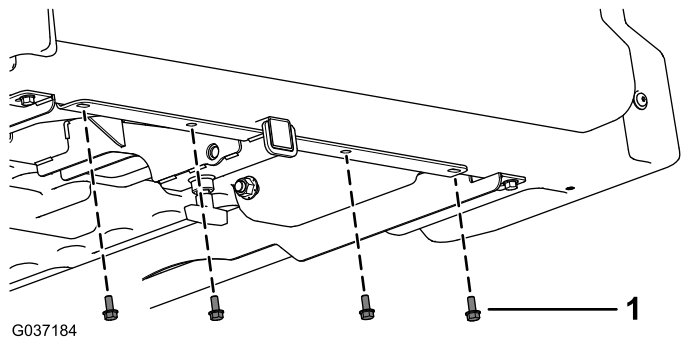

Figure 2
1. Déposez les 4 vis à tête hexagonale existantes (5/16" x 3/4") du dessous du plateau de chargement (Figure 2).